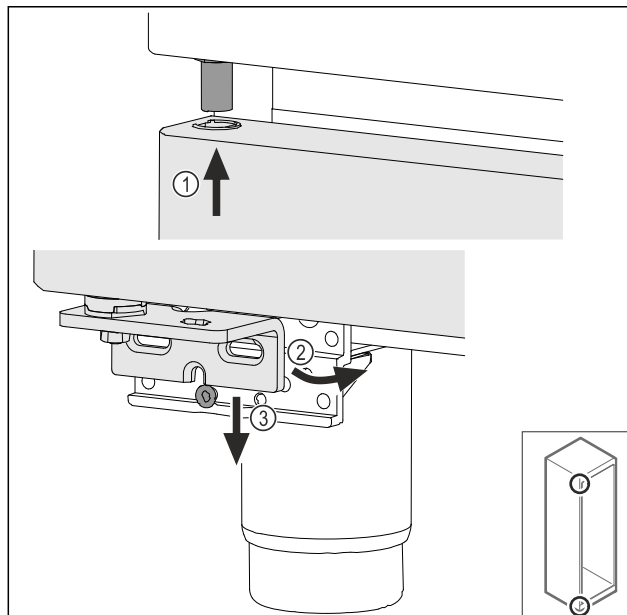

Fig. 47
- Ievadiet augšā durvis mazliet sagāztā veidā Fig. 47 (1), nolīmeņojiet durvis taisni Fig. 47 (2) un uzlieciet apakšā uz gultņa balsta skrūves Fig. 47 (3).